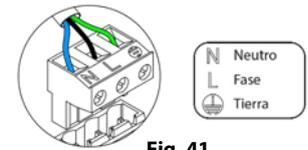

Fig. 41
La conexión de alimentación eléctrica al módulo se realiza mediante una borna de 3 pines ^①. Fije los cables con los tornillos de la borna respetando la polaridad de la misma (Fig. 41).